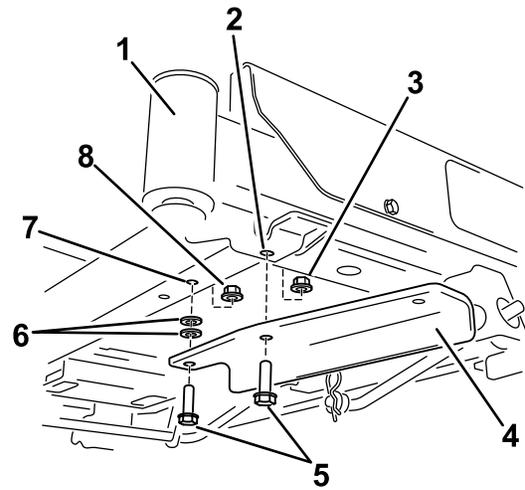

Bild 6
- Befestigen Sie an Maschinen ohne Hubpedal die Halterung mit zwei Schrauben (3/8" x 1 1/4"), zwei Scheiben und zwei Sicherungsmuttern (3/8") (**Bild 6**).